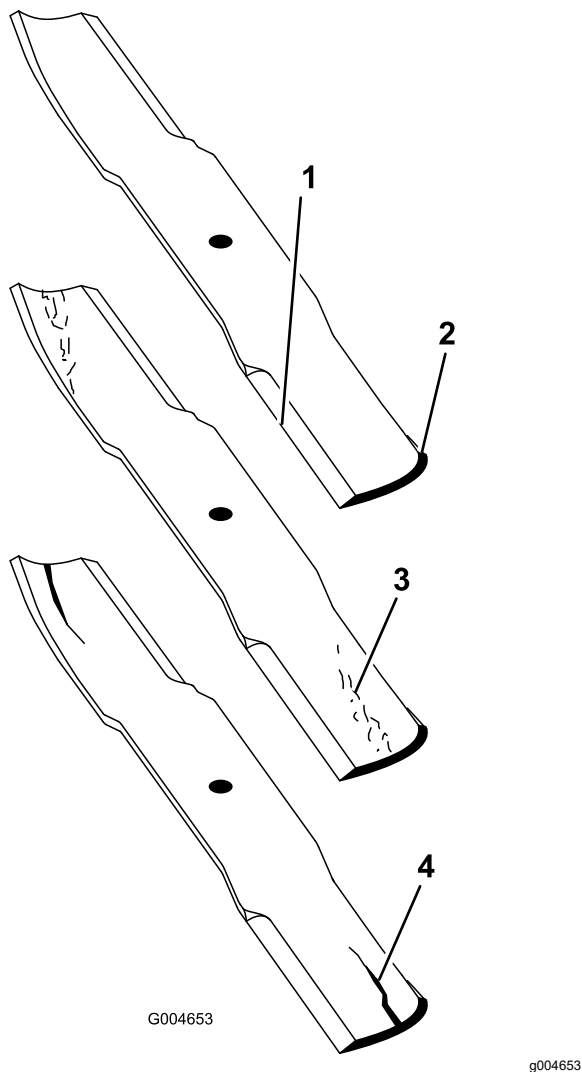

図 131
- ブレードの切っ先を注意深く観察、特に、直線部と曲線部が交わる部分をよく観察する 図 131。
する前によく点検することが必要である。磨耗が進んでいる場合 **図 131**にはブレードを交換する。